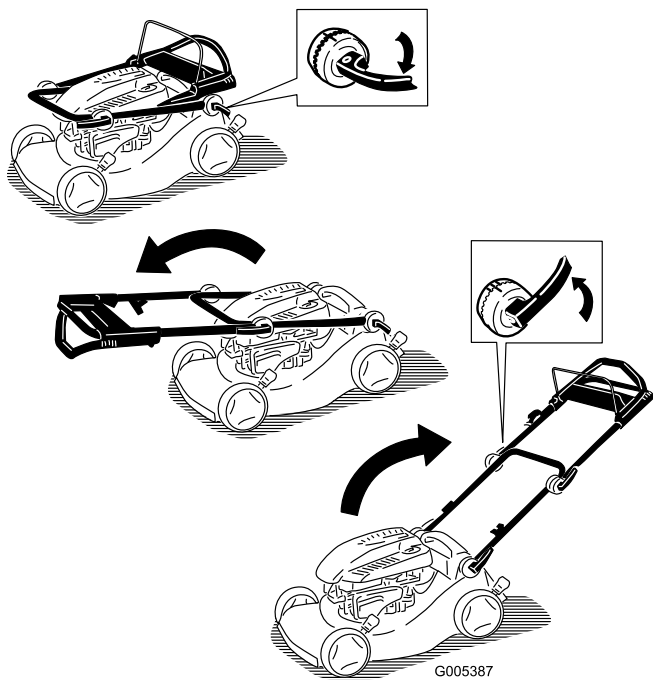

Figura 3
1. Sbloccate i dispositivi di fermo della stegola, mettete le sezioni della stegola in posizione di servizio e bloccate i dispositivi di fermo (Figura 3).